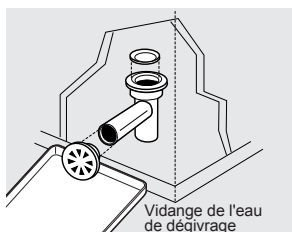
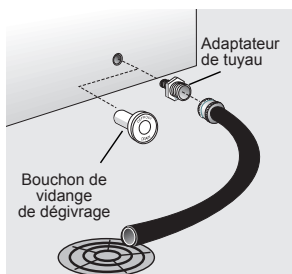
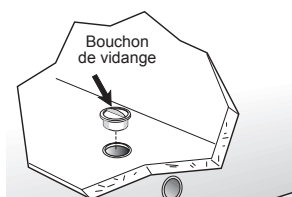

figure 2
figure 3
figure 4
- Sur les modèles horizontaux avec vidange de l'eau de dégivrage, placez un récipient creux ou le diviseur/plateau de dégivrage (fourni avec certains modèles) sous l'orifice de vidange (figure 2). Un adaptateur de tuyau de jardin d'un demi-pouce peut servir à vidanger l'appareil directement dans un drain de plancher (figure 3). Sortez la bonde à l'intérieur du appareil et enlevez le bouchon de vidange extérieur (figure 4).